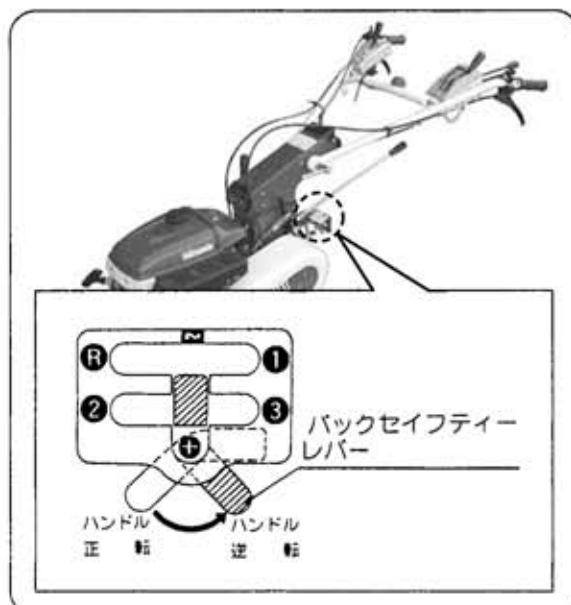

図55
- ③ 変速レバーの指示マーク案内板に取付けてあるバックセフティレバーを確実に[ロック]位置にセットしてください。高速後進は大変危険です。絶対に使用しないでください。(図55)
- ④ 回転するとき、各ワイヤ類が引っかからないように、ゆっくりおこなってください。
- ⑤ 必ず左右の操向クラッチの入替えをおこなってください。
- ⑥ 操向クラッチを含めた各操作装置が確実に作動するのを確かめてください。